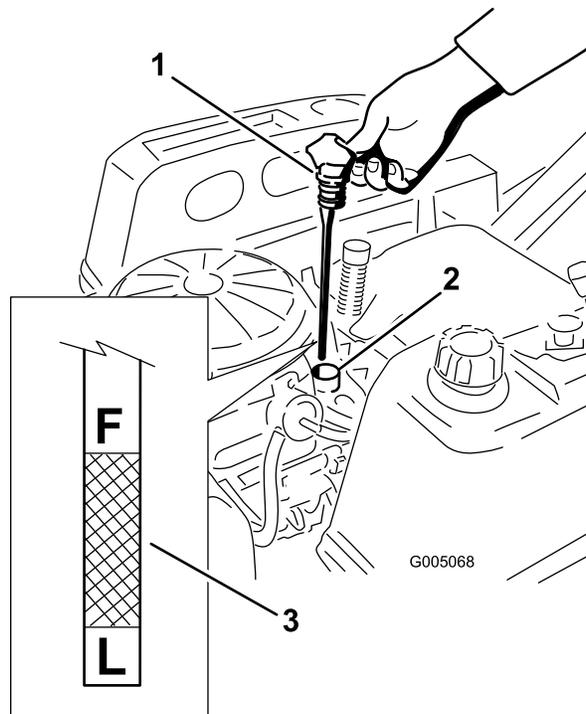

Figure 36
5. Remettez la jauge en place et enfoncez-la au maximum (Figure 36).
6. Sortez de nouveau la jauge et contrôlez le niveau d'huile (Figure 36).
9. Enlevez le bouchon de remplissage et la jauge (Figure 36).
19. Versez avec précaution environ 80 % de la quantité d'huile spécifiée dans le goulot de remplissage (Figure 36).
20. Remettez fermement en place le bouchon de remplissage et la jauge d'huile (Figure 36).
21. Contrôlez le niveau d'huile (Figure 36) ; voir Contrôle du niveau d'huile moteur (page 32).
23. Remettez fermement en place le bouchon de remplissage et la jauge d'huile (Figure 36).